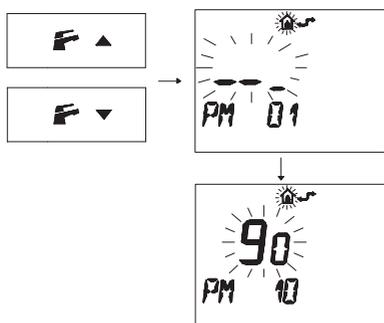

Figura 5.47
- Pulse los botones **F** y **▲** o **F** y **▼** para visualizar la programación "PM10" selección de la frecuencia de encendido (Figura 5.47).
En la Figura 5.47 se muestra un punto de consigna programado de **90** equivalente a un tiempo de reencendido de aproximadamente 3 minutos.